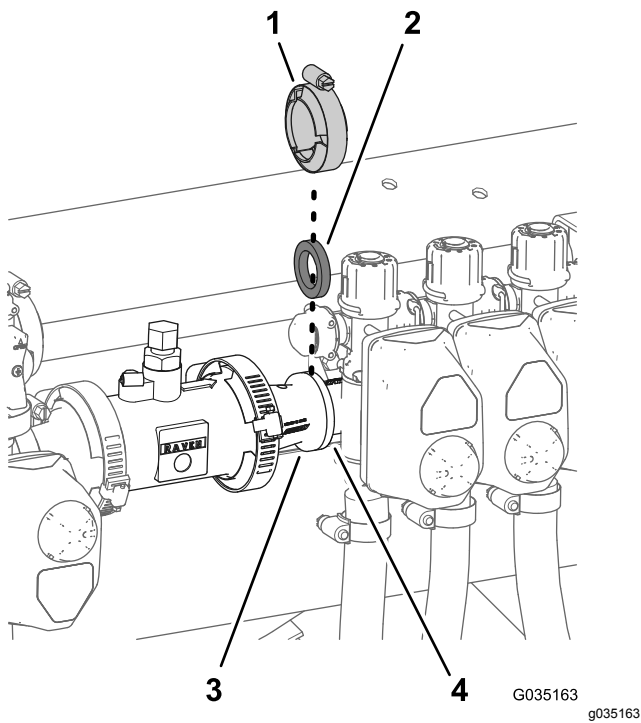

Рисунок 36
3. На машинах с системой опрыскивания ExcelaRate снимите фланцевый хомут и уплотнительную прокладку, с помощью которых переходной патрубков присоединяется к клапану левой секции стрелы (Рисунок 36).